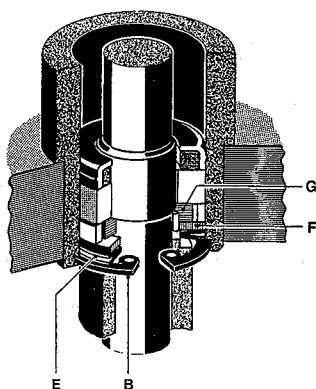

Fig. 4.4.-2
- Retirez prudemment l'arrêt de sécurité A par le côté; attention à la détente (fig. 4.4.-1). Retirez le rotor du moteur de cabestan par le bas.
— Wird der Seegerring B herausgenommen, kann das Kunststoffstützlager ausgebaut werden (Fig. 4.4.-2).